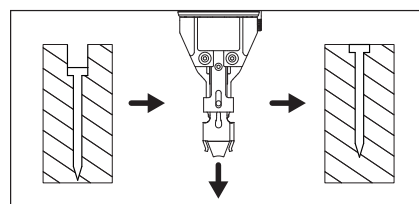

Figure 23
2. Si les clous sont enfoncés trop profondément dans la surface de travail, déplacer la pointe de contact vers le bas (ou l'éloigner) du corps de l'outil (voir la figure 23).